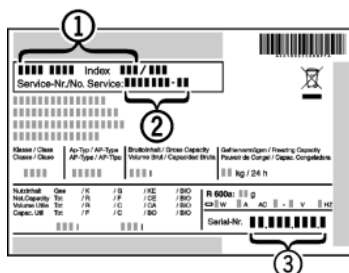

Fig. 11
- Apparaataanduiding *Fig. 11 (1)*, service-nr. *Fig. 11 (2)* en serie-nr. *Fig. 11 (3)* van het typeplaatje aflezen. Het typeplaatje bevindt zich aan de linkerkant binnen in het apparaat.
- Contact opnemen met de Technische Dienst en het probleem, apparaataanduiding *Fig. 11 (1)*, service-nr. *Fig. 11 (2)* en serie-nr. *Fig. 11 (3)* mededelen.